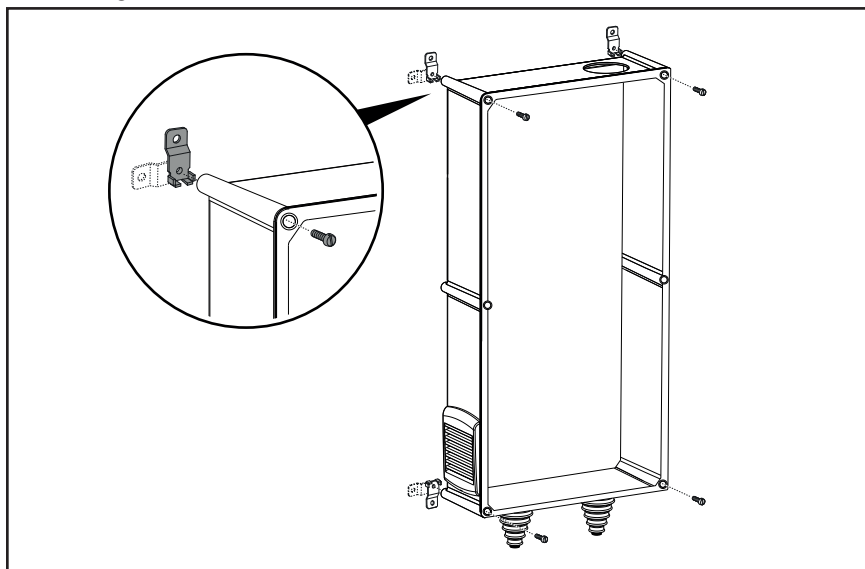

Bild 5.4 Montage mit Metalllaschen
- Verwenden Sie für die Montage die im Lieferumfang enthaltenen Metalllaschen. Schrauben Sie das Gehäuseunterteil durch die Befestigungsbohrungen an der Wand fest, siehe Bild 5.4 .